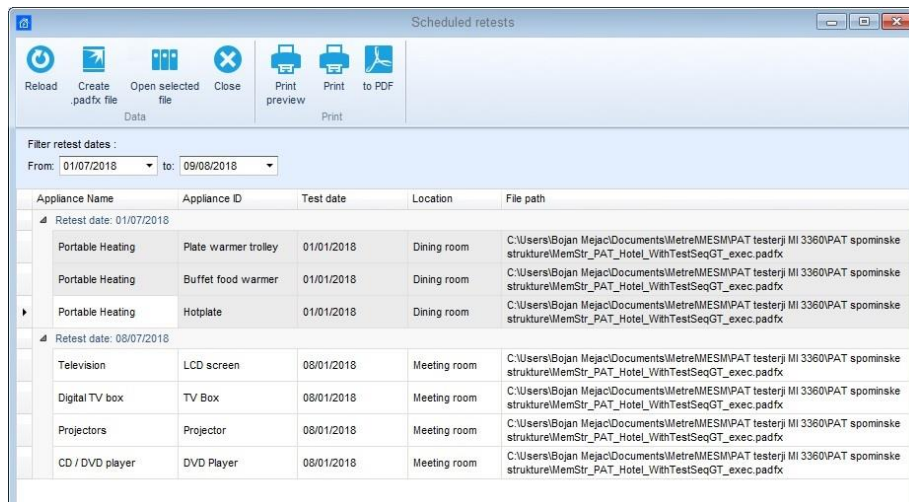

Abbildung 7.9: Menü des Editors für geplante Wiederholungstests
- **Optionen des Editors für geplante Wiederholungstests (Abbildung 7.9):**